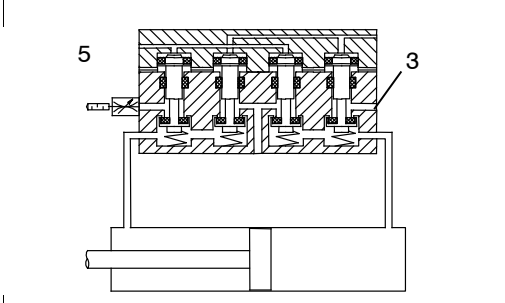
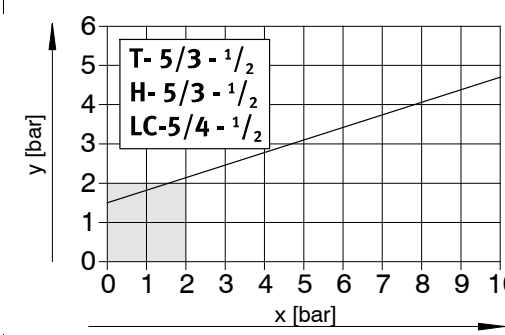

Fig. 2
Fig. 5
- Make sure that the valve is actuated in accordance with the table in Fig. 2. The pressure is applied alternately to work connections 2 and 4 (➔ Figs. 5 and 6).
• 请您务必依据 Fig. 2 表格控制该阀。 从而保持工作接口 2 和 4 交替导入压力（➔ Fig. 5 和 6）。
- Asegúrese de que la válvula está accionada según la tabla de la Fig. 2.
La presión está aplicada alternativamente a las conexiones de trabajo 2 y 4 (→ Figs. 5 y 6).
A cette occasion, la pression est alternativement appliquée aux raccords de travail 2 et 4 (→ Fig. 5 et 6).